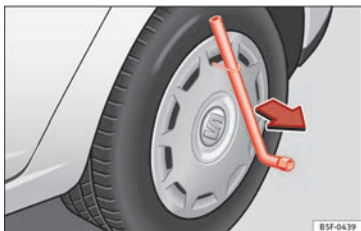

Fig. 156 Cambio di una ruota: togliere il copricerchio.
- Togliere il copricerchio con il gancio in metallo » **fig. 156.**